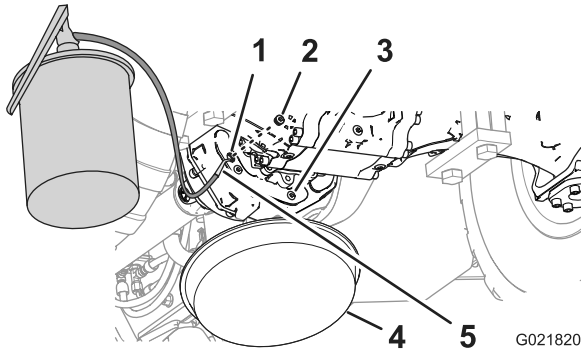

Figura 72
5. Montate uno dei tappi nel foro di spurgo della trasmissione (Figura 72).
6. Rabboccate la trasmissione con l'olio specificato attraverso il foro spia e controllate che il livello dell'olio raggiunga la base della filettatura del foro (Figura 72).
8. Montate il tappo restante nel foro spia della trasmissione (Figura 72).